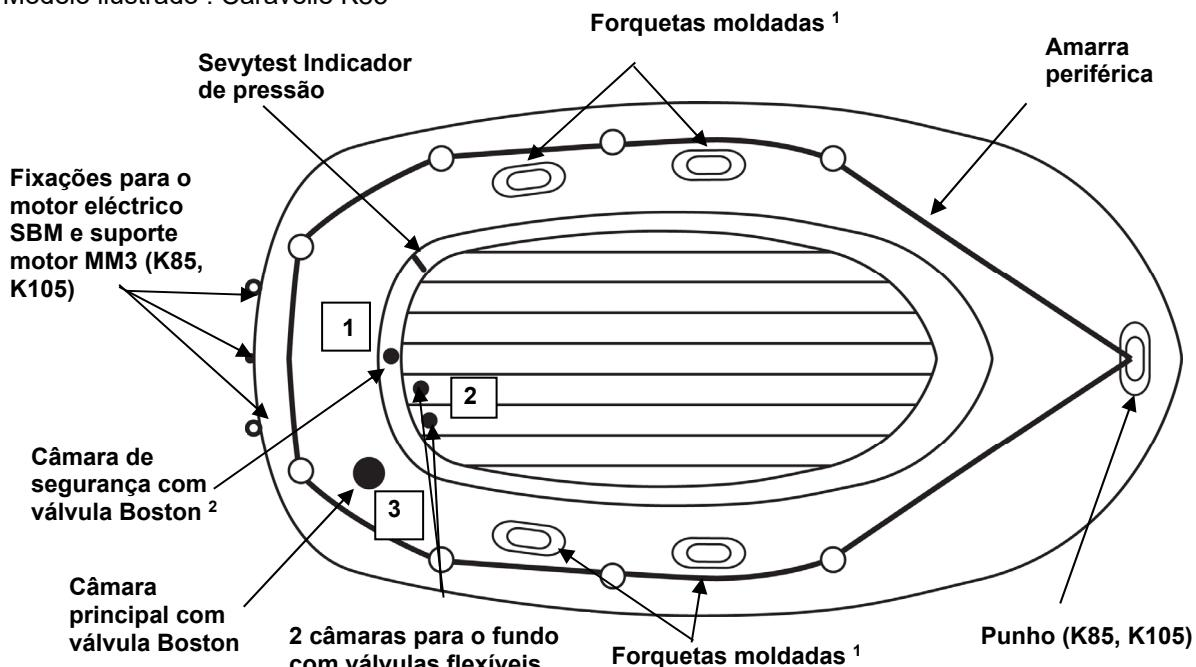

Figura 1
- Válvula(s) Boston (figura ao lado): desaparafuse a tampa da válvula (1), aparaufuse o corpo da válvula (2) na base da válvula (3); mantenha esta a tampa acessível. Introduza a extremidade do tubo da bomba na válvula e encha até atingir o nível de pressão recomendado (ver ponto 3). Após o enchimento, fechar bem todas as válvulas com as suas tampas (no sentido dos ponteiros do relógio). **N.B.:** uma ligeira fuga de ar antes do fecho das válvulas com as suas tampas é normal. Apenas a tampa das válvulas assegura a **ESTANQUIDADE**.
2. Encha o barco segundo a ordem de enchimento indicada na placa matrícula impressa no barco (ver também a figura 1, a numeração das válvulas).
3. Nível de pressão máxima: **a pressão de utilização deste produto é de: 0,06 bar (= 60 mbar). Não a ultrapassa.** O seu barco está equipado com um indicador de pressão Sevytest que permite verificar a pressão. Encher primeiro a câmara de segurança (ver figura 1) até à marca "+" do Sevytest e depois a câmara principal (ver figura 1) até à marca "-". **Sobrepressão:** esvazie até atingir o nível de pressão recomendado. **Baixa de pressão:** volte a encher ligeiramente. **N.B.:** acontece que o indicador de pressão SEVYTEST não regressa à sua posição inicial após enchimentos frequentes devido a um alongamento do PVC sob a influência da pressão de enchimento. Mas, ainda assim, pode verificar se ele está posicionado nos limites dos níveis de pressão recomendados.